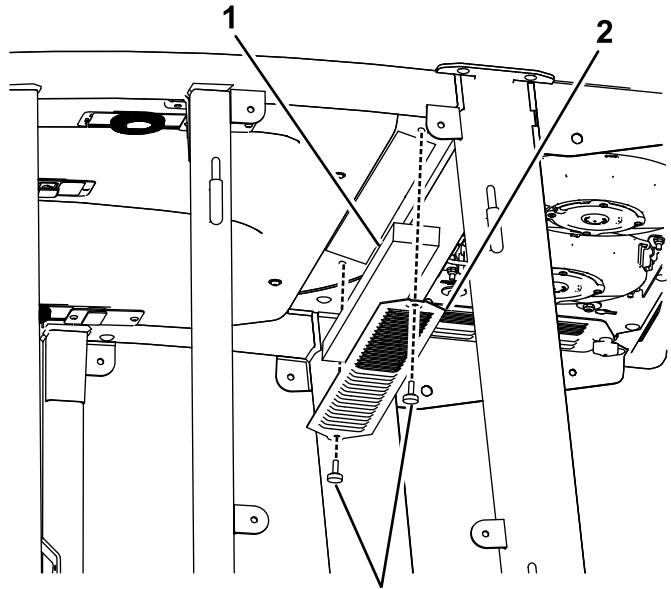
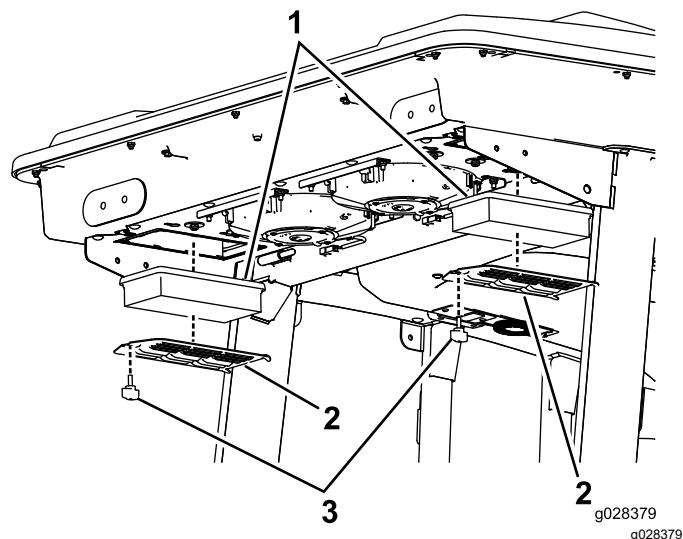

図 92
図 93
- 室内用と後部用のエアフィルタからねじを外して格子を外す図 92と図 93。